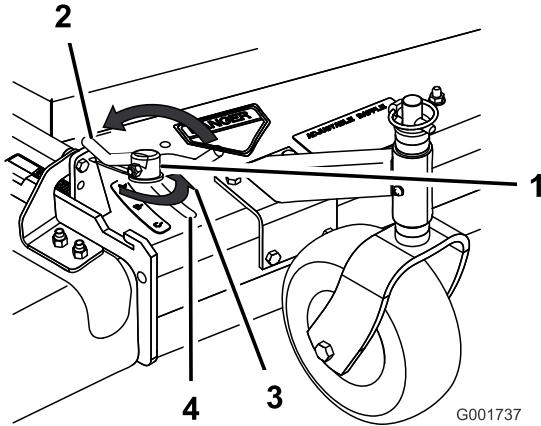

Figure 14
- Pour régler le verrou à came, soulevez le levier pour desserrer le verrou (Figure 14).
- Repoussez le levier à sa position d'origine pour serrer le déflecteur et le verrou (Figure 14).